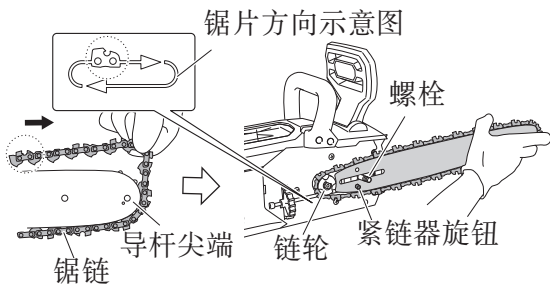

图 12
3. 将新的锯链装入链轮中 (图 12)
- ① 从导杆尖端安装新锯链。确保锯链的朝向使锯片朝向链轮下的图示方向。
- ② 将螺栓和紧链器旋钮插入导杆上的孔中，与此同时要握住链条和导杆尖端。将锯链端部装入链轮，将导杆安装至电锯主体。